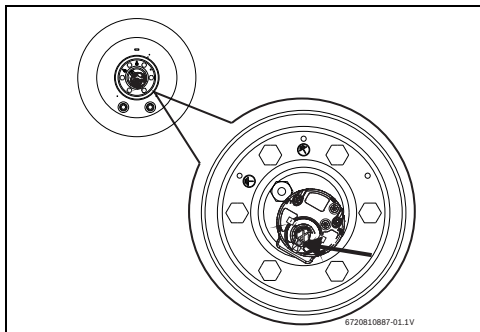

Рис. 16 Кнопка разблокировки
- ▶ Полностью нажмите кнопку разблокировки (рис. 16).